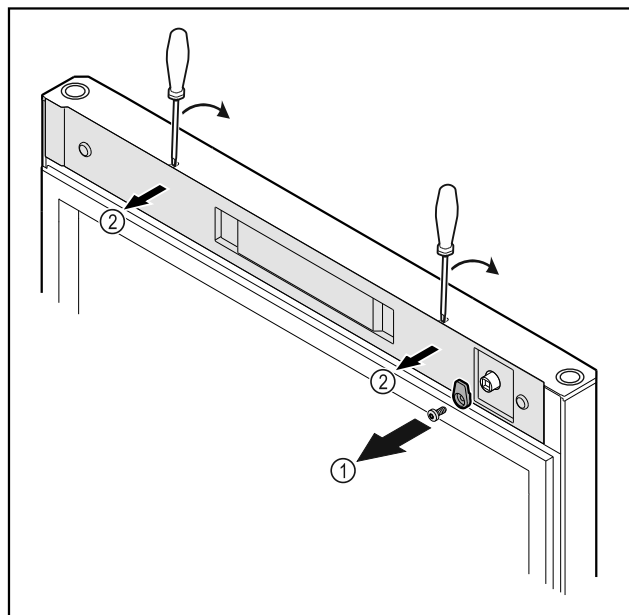

Fig. 12 \*
- ▶ Noskrūvējiet slēgšanas āķi Fig. 12 (1).\*
- ▶ Atbrīvojiet un noņemiet pārsegu Fig. 12 (1) ar mazu skrūvgriezi.\*